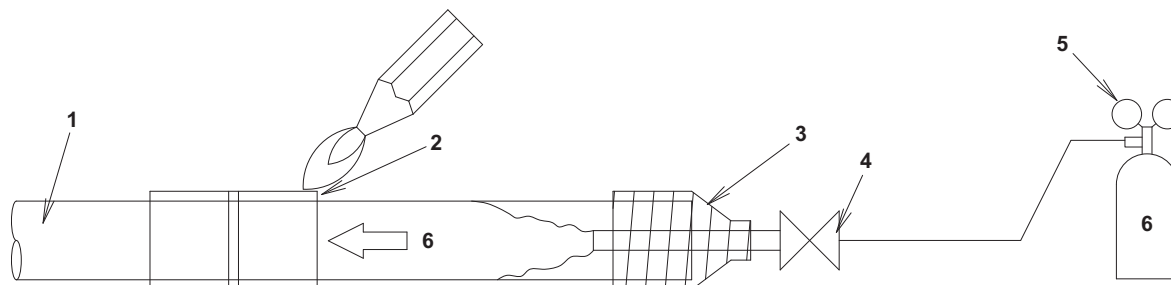

Bild 20
- * Innan du hårdlöder kylmediumrören ska du spola rören med kväve och ersätta luften med kväve. Utför sedan hårdlödningen (ANM. 2). **(Se bild 20)** När all hårdlödning är slutförd gör du kragkopplingen med inomhusenheten.